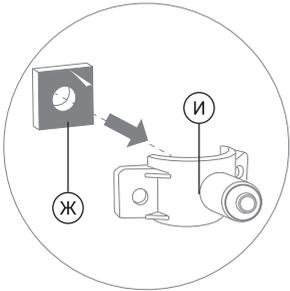

Рис. 10
2. Снимите с уплотнительной прокладки (Ж) защитную пленку. Приклейте прокладку (Ж) с внутренней стороны хомута, одновременно совмещая отверстие в прокладке с отверстием в штуцере хомута (рис. 10).